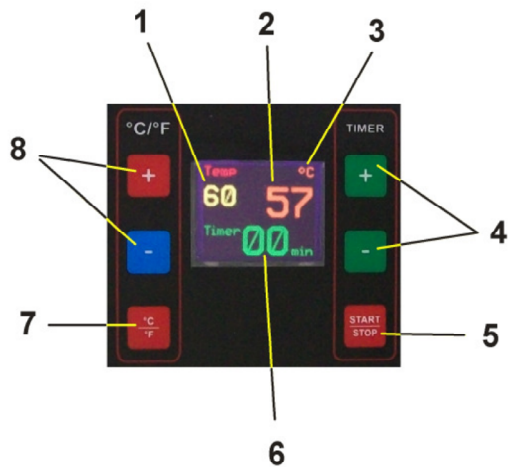

Figure 2
- *Après avoir allumé l'unité, les paramètres et la température courants du bain marie apparaissent à l'écran. La température est affichée en °C ou °F. La température est affichée en °C ou °F. Cela peut être modifié en utilisant le bouton 7 sur le panneau de commandes (figure 2).*